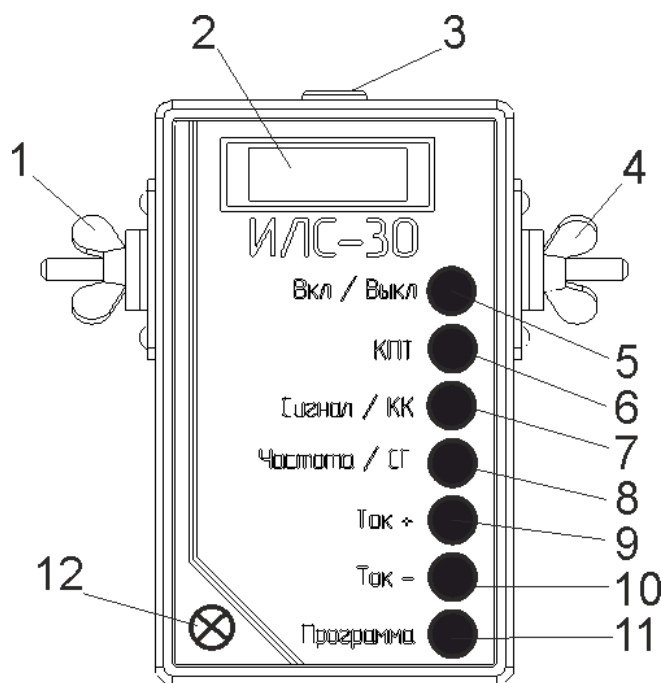

Рис.2
1.5.3.1 Генератор сигналов включается нажатием и удержанием на 1 сек кнопки 5 (Рис.2);
1.5.3.2 При включении генератора на дисплее 2 (Рис.2) будут показаны текущие установки: тип трансмиттера, частота несущей, ток, передаваемый код, уровень заряда батареи, включение автоматического режима выдачи кодов;
1.5.4.7 Расположить генератор таким образом, что бы в поле зрения видеокамеры терминала сбора данных попадал световой индикатор 12 (Рис.2);
1.5.4.9 Генератор, в момент переключения сигнала в переносном шлейфе, формирует специальный сигнал на световом индикаторе 12 (Рис. 2). Терминал сбора данных через видеокамеру фиксирует момент переключения сигнала локомотивного светофора и вычисляет время прошедшее с момента подачи кодового сигнала в шлейф, которое определяет по моменту указанному световым индикатором 12 (Рис.2) генератора. Соответствие показаний локомотивного светофора и кодового сигнала в шлейфе, а также время переключения сигнала ЛС, фиксируются в терминале сбора данных и оформляются в протокол в виде защищенном от изменения;
1.5.5.2 Кнопкой 7 (Рис.2) установить вид передаваемого сигнала “НЕПР” - немодулированная несущая;
1.5.5.3 Кнопкой 8 (Рис.2) установить частоту несущей;
1.5.5.4 Кнопками 8 и 9 (Рис.2) установить ток в шлейфе;
1.5.6.2 Кнопкой 7 (Рис.2) установить вид передаваемого сигнала “НЕПР” - немодулированная несущая;
1.5.6.3 Кнопкой 8 (Рис.2) установить частоту несущей;
1.5.6.4 Кнопками 8 и 9 (Рис.2) установить ток в шлейфе;